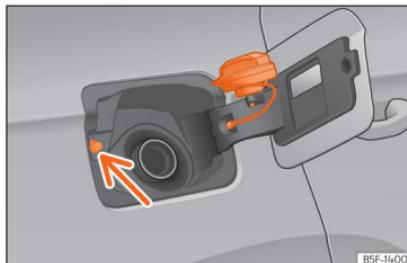

Abb. 221 Tankklappe mit aufgestecktem Tankverschluss.
Nicht den Taster für Tankdeckelverriegelung »» **Abb. 221** (Pfeil) berühren. Das System interpretiert ansonsten, dass der Tankvorgang beendet ist und ein weiteres Betanken ist nicht mehr möglich. Um weiter tanken zu können, drücken Sie erneut den Taster  in der Fahrertür.
- Platzieren Sie den Verschluss in der Aussparung, die sich im Scharnier der geöffneten Tankklappe befindet »» **Abb. 221**.